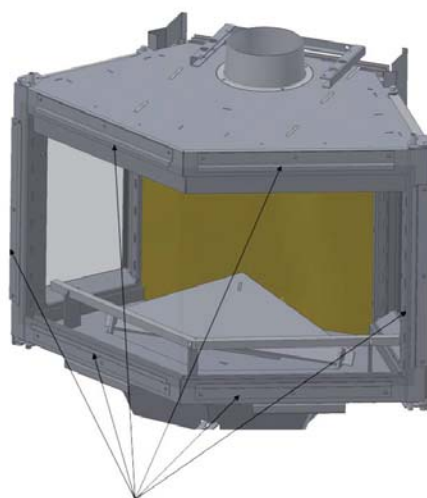

Figure 9 Vue de face du Diamant avec baguettes
- Enlevez les baguettes (voir la figure 9).